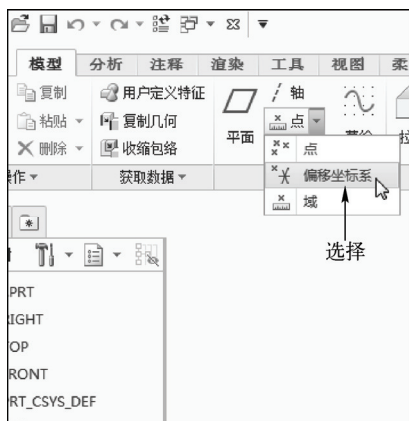

图 5-67 选择“偏移坐标系”选项
STEP 02 在功能区选项板的“模型”选项卡中, 单击“基准”面板中“点”右侧的下拉按钮, 在弹出的列表中选择“偏移坐标系”选项, 如图 5-67 所示。